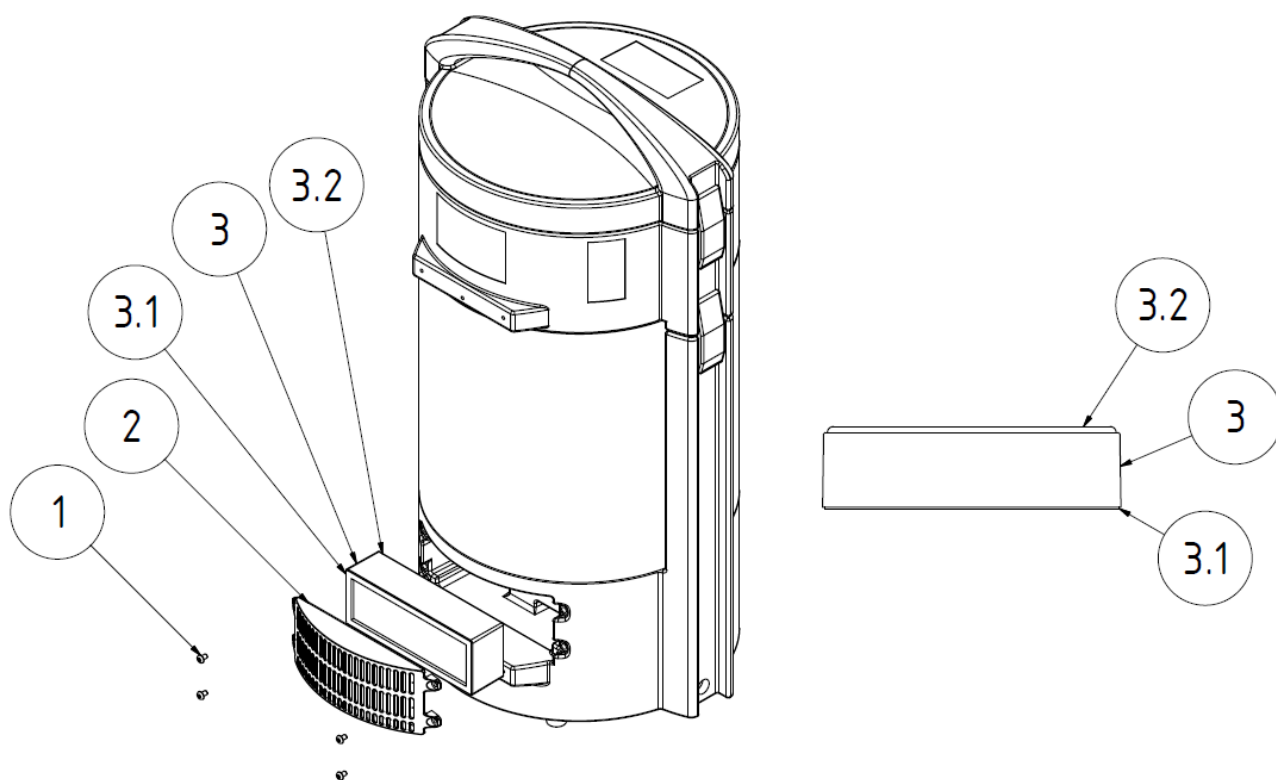

Figure 5, Remplacement du filtre pour particules en suspension
- Desserrez les vis (fig.5, pos. 1).
- Enlevez maintenant le couvercle (fig.5, pos. 2).
- Insérez maintenant le nouveau filtre pour particules en suspension dans le MiniFil. Veillez à ce que le joint d'étanchéité en mousse identifié à la fig. 5, pos. 3.2, soit situé sur le côté intérieur de l'appareil.